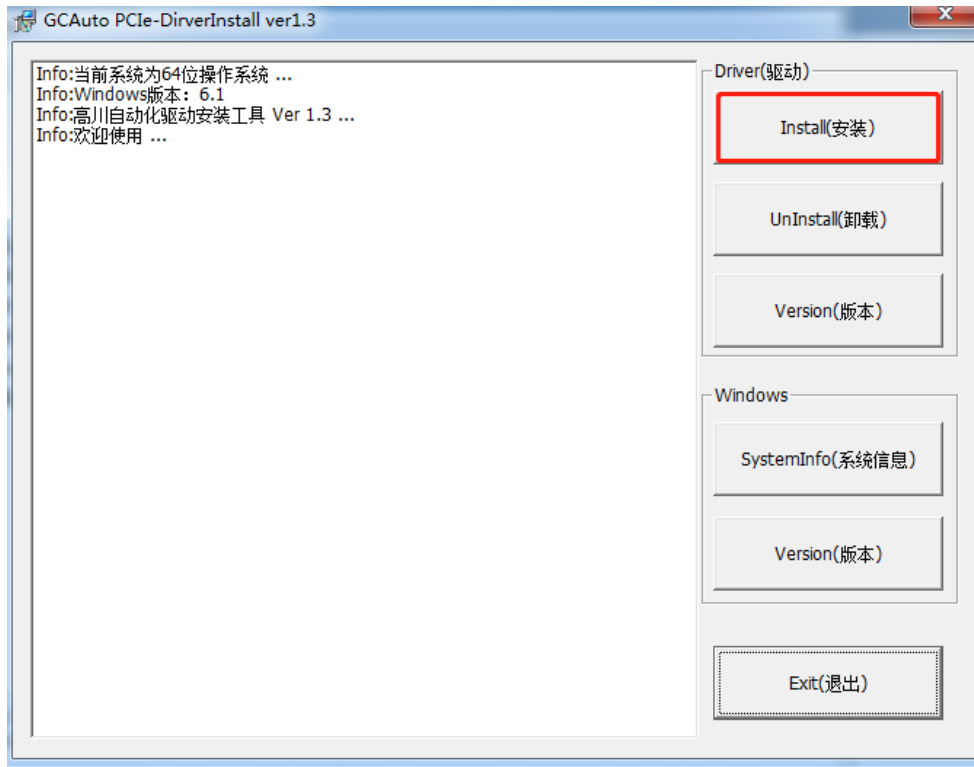

图 1.1.1 驱动安装界面
(1) 电脑关机状态，插上 PCIE 控制卡，开机后，打开路径“光盘资料\驱动工具\高川 PCIe 卡驱动安装管理工具\”，双击“DriverInstall.exe”如图 1.1.1 驱动安装界面；